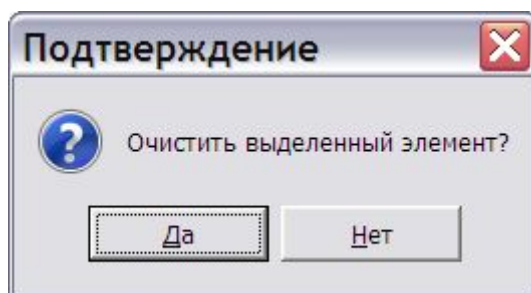

Рис. 2.173
2. Нажмите на клавишу DELETE на клавиатуре или выберите из контекстного меню команду **Очистить значение (Del)**. После этого появится окно с запросом (Рис. 2.173).